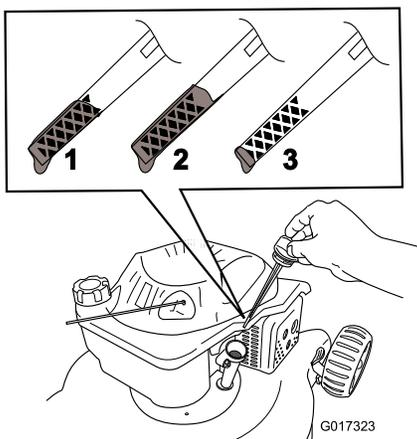

Figura 10
2. Retire la varilla (Figura 10).
3. **Lentamente**, vierta aceite en el tubo de llenado hasta que el nivel llegue a la marca **Full** (lleno) de la varilla (Figura 10). **No llene demasiado.** Capacidad máxima: 0,55 litros, tipo: aceite detergente SAE 30 o SAE 10W-30, con clasificación de servicio API SF, SG, SH, SJ, SL o superior.
1. Retire la varilla, límpiela, y vuelva a colocarla (Figura 10).
2. Retire la varilla y compruebe el nivel de aceite (Figura 10). Si el nivel de aceite está por debajo de la marca **Add** (añadir) de la varilla, vierta **lentamente** aceite en el tubo de llenado hasta que el nivel llegue a la marca **Full** (lleno) de la varilla. **No llene demasiado.** (Capacidad máxima: 0,55 litros, tipo: aceite detergente SAE 30 o SAE 10W-30, con clasificación de servicio API SF, SG, SH, SJ, SL o superior.)